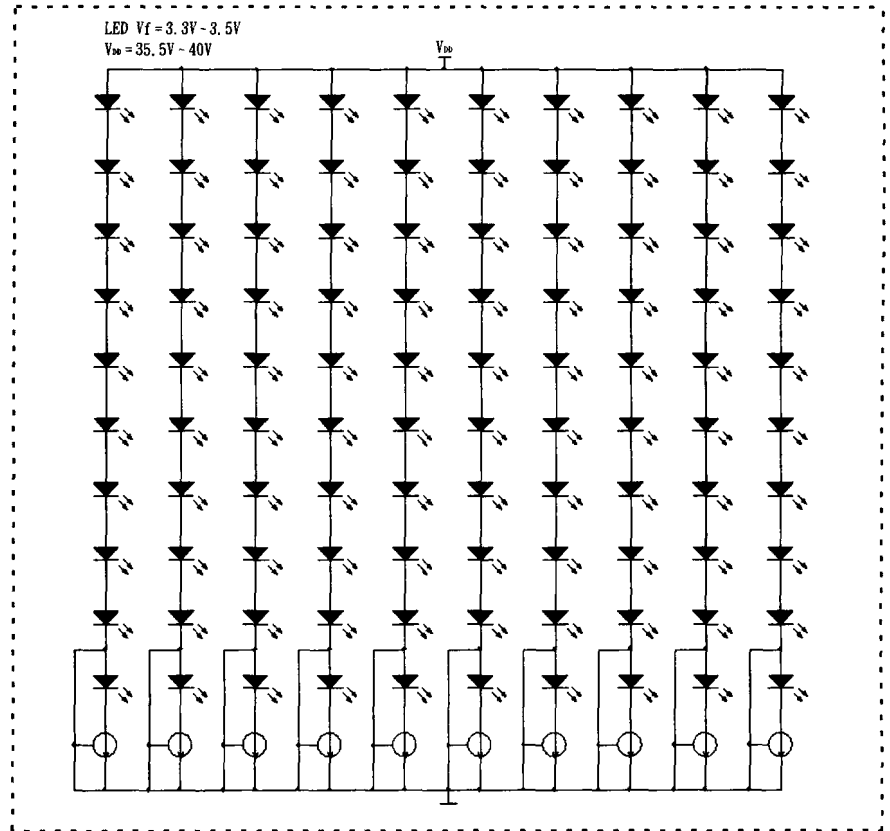
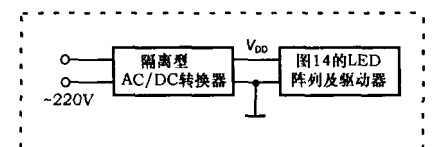

图 14
图 15
总数为 100 个)。VDD=35.5 ~ 40V; VF=3.3 ~ 3.5 V。图 14 中采用 10 个单通道 NU501。
这是一种非常适用于用小功率 LED 做日光灯的应用电路。其电路为 220V 交流供电,由隔离型 AC/DC 转换器输出低压直流电压,这直流电压来驱动如图 14 所示的 LED 阵列,AC/DC 转换器与 LED 阵列如图 15 所示,AC/DC 转换器输出电压由 LED 阵列中的每串 LED 数的多少确定。由于是通用的 90 ~ 260V 交流输入的 AC/DC 转换器,则 LED 是恒压,恒流供电有极好的横
6. 多个串、并联 LED 驱动电路 图 14 是一种多个串、并联 LED 驱动电路 (10 个 LED 串联,并联 10 串 LED, LED